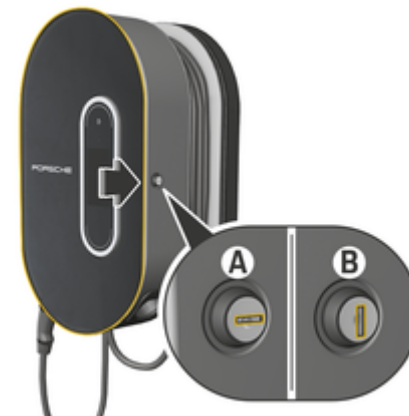

рис. 138: Зарядна док-станція
- ▶ Поверніть замок у положення **A** (рис. 138).
- ▶ Поверніть замок у положення **B** (рис. 138).